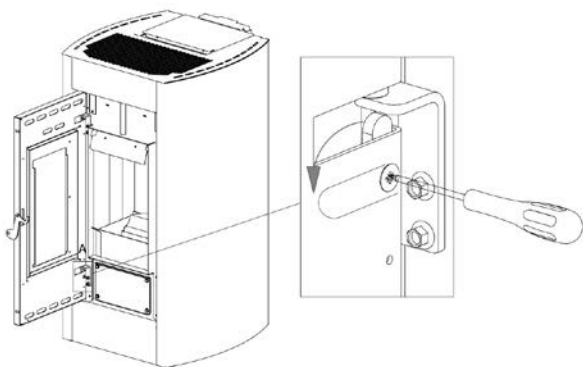

Fig. 19 - Usuwanie śrub
- Przy pomocy śrubokręta obrócić dźwignię w kierunku wskazywanym przez strzałkę (patrz **Fig. 19**).